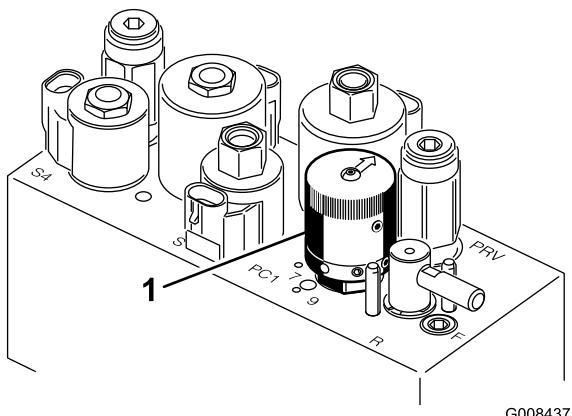

Figura 30
4. Para establecer la velocidad de los molinetes, gire el pomo (Figura 30) hasta que las flechas apunten al número que indique el ajuste deseado.